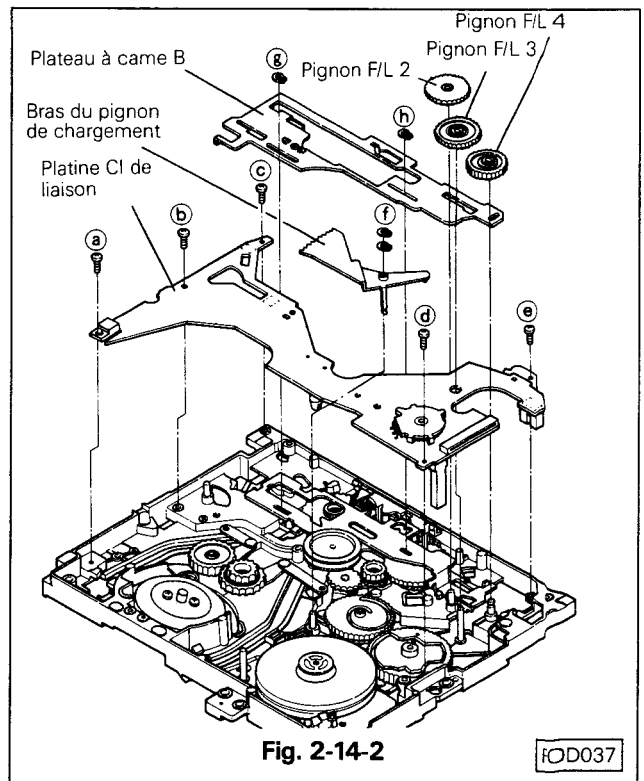
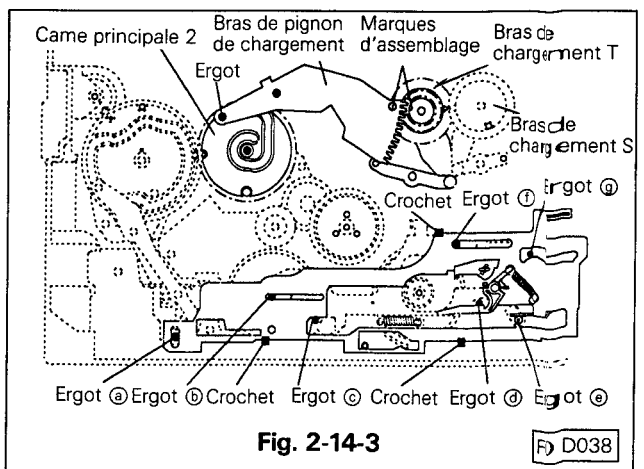

Fig. 2-14-2
Fig. 2-14-3
- Enlever la rondelle d'arrêt ① montrée sur la Fig. 2-14-2.
- Défaire les crochets de maintien du CI et retirer les engrenages F/L 2, 3 et 4. (Voir Fig. 2-14-2)
- Retirer le circlips ② ainsi que la rondelle ③. Défaire les trois crochets comme montré Fig. 2-14-3 puis ôter le plateau B (Voir Fig. 2-14-2).
- Dévisser les cinq vis de ④ à ⑧ et retirer la platine CI de liaison mécanique.
2-14-2 REMONTAGE (Voir Fig. 2-14-2)
- Installer la came B en prenant garde au positionnement des pivots ① à ⑤, voir Fig. 2-14-3 et fixer la came à l'aide des trois crochets, du circlips ② et de la rondelle ③.
- Aligner le bras de chargement T et le bras du pignon de chargement comme le montre la Fig. 2-14-3. Assembler le bras du pignon de chargement pour que son ergot puisse entrer dans la rainure de la came principale 2. Fixer le bras du pignon de chargement à l'aide des deux circlips ④.
- Assembler les engrenages F/L 2, 3 et 4 sur leurs axes. (Voir Fig. 2-14-2)
- B. Dans le cas de remplacement du guide-bande récepteur, installer d'abord le bras de chargement T (récepteur). (Voir Fig. 2-14-2)